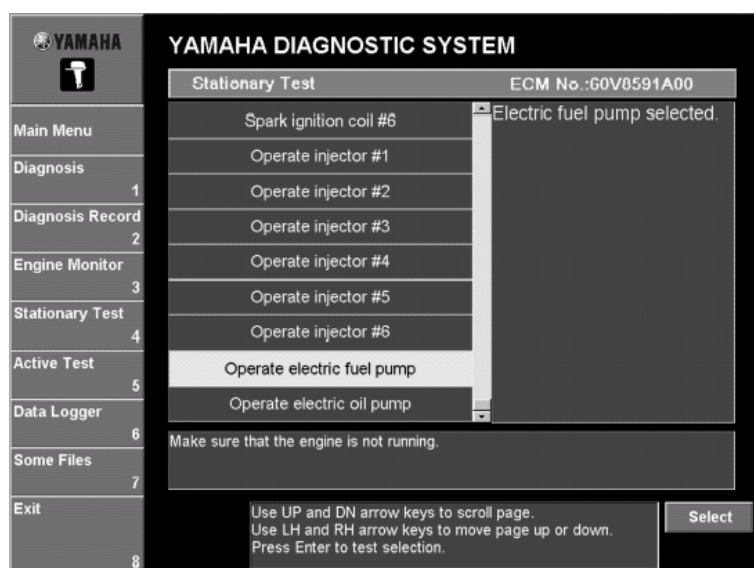

Рис. 76
1.Выбрать тест, который будет выполнен, и затем щелкнуть **Выбор(Select)** или нажать клавишу Enter клавиатуры. (Рис. 76)